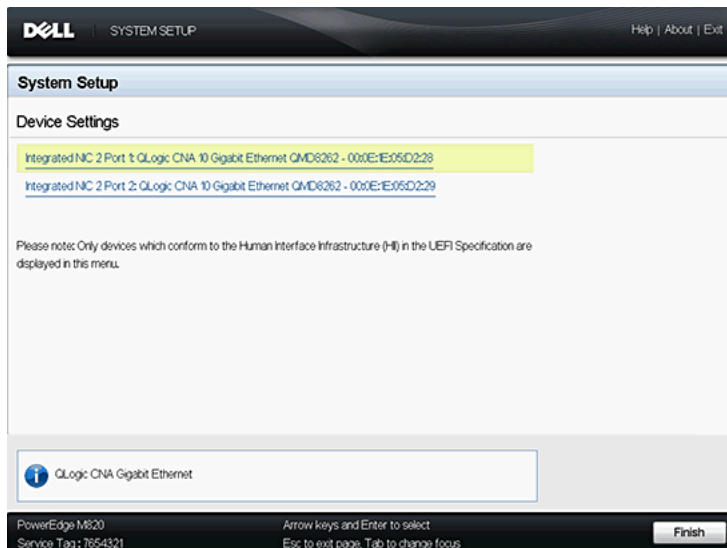

Abbildung 5-2. Auswahl des zu konfigurierenden Gerätes
- Device Settings (Geräteeinstellungen) (siehe Abbildung 5-2)
3. Wählen Sie im Geräteeinstellungsbildschirm den Adapter aus, den Sie konfigurieren oder zu dem Sie Informationen anzeigen möchten (siehe Abbildung 5-2).